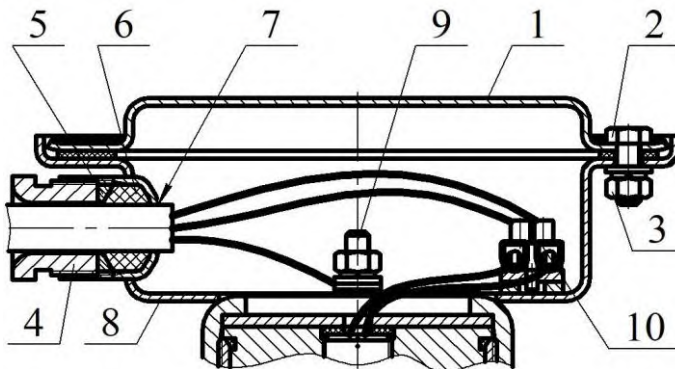

Рисунок 2
2.1.2 Произвести монтаж вводной коробки МУПТВ (см. рисунок 2) в следующей последовательности.